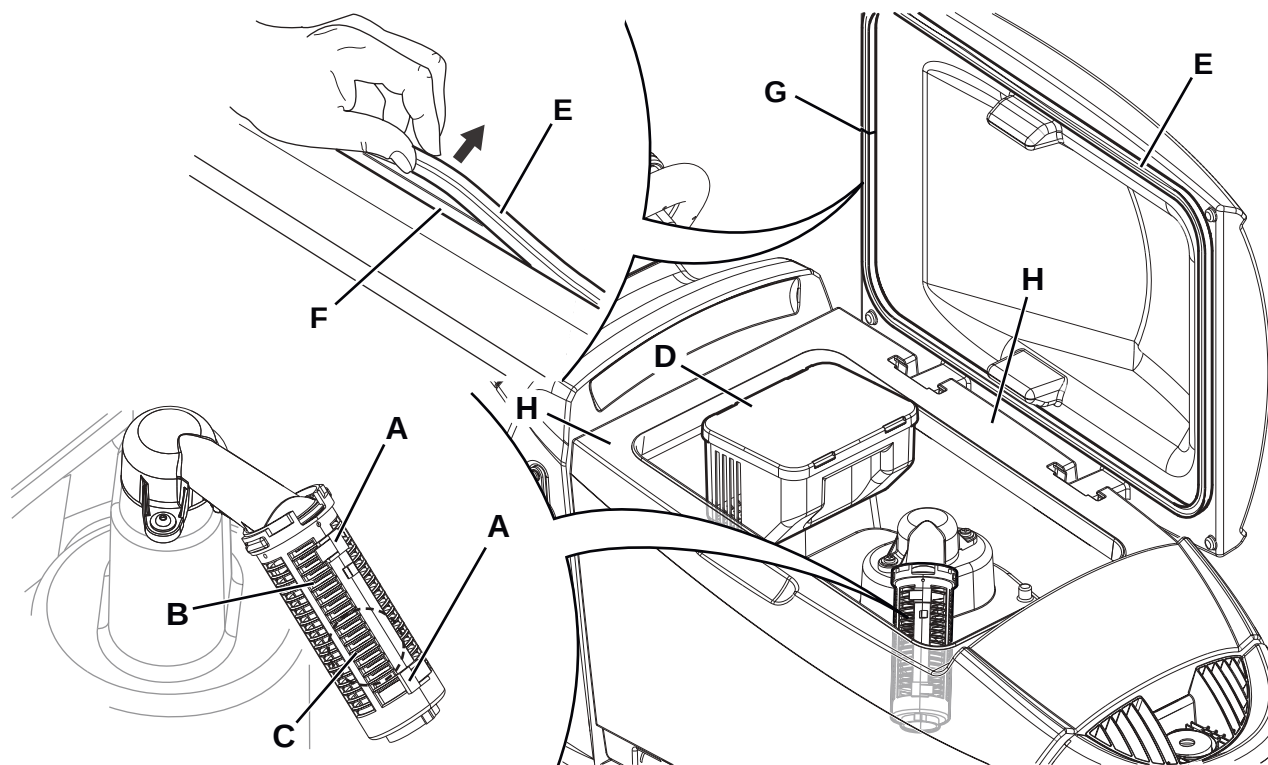

Figure 12
2. S'assurer que la machine est éteinte avec la clé opérateur (41) retirée.
3. Ouvrir le couvercle (34).
4. Nettoyer et laver avec de l'eau propre l'intérieur du réservoir (33) et du couvercle.
5. Vider l'eau du réservoir avec le tuyau (12).
6. Nettoyer la grille d'aspiration (31), dégager les dispositifs de retenue (A, Fig. 12), ouvrir la grille (B), récupérer le flotteur (C) et nettoyer soigneusement ; enfin reposer en place.
7. Démonter le bac de récupération des débris (D) et ouvrir son couvercle, puis nettoyer soigneusement et ré-installer le tuyau d'aspiration.
8. Contrôler l'intégrité du joint d'étanchéité (E) du couvercle du réservoir.